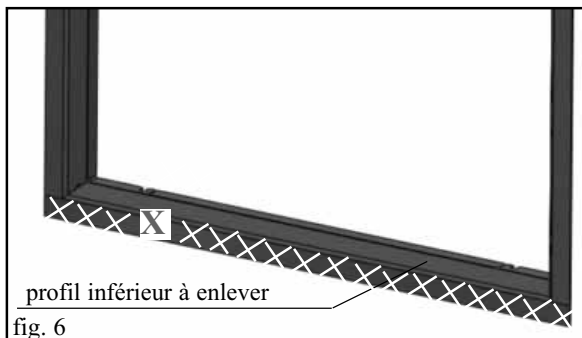

fig. 6
Pellinsert est doté d'un encadrement pour le contour de l'ouverture. En cas d'installation pour remplacer Firebox® Edilkamin série 54, le profil (X) qui déborde de la traverse inférieure (fig. 6) doit être enlevé. Ce profil est prédisposé pour être enlevé, il suffit de faire levier avec un tournevis, après avoir enlevé les vis situées dans les 2 angles.